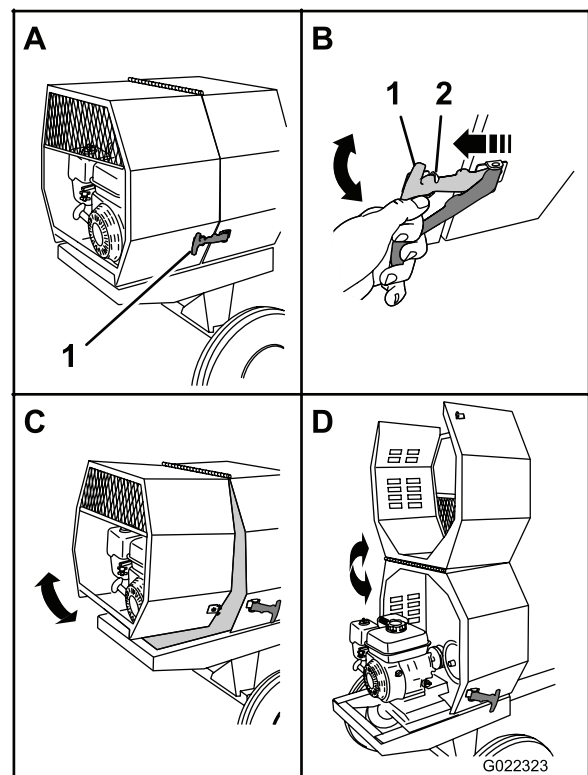

Figure 25
1. Du côté de la machine où les capots avant et arrière se rencontrent, tirez l'attache et détachez-la de son ancrage sur le capot arrière (Figure 25).
3. Faites pivoter le capot arrière vers le haut et l'avant jusqu'à ce qu'il repose sur le capot avant (Figure 25).
1. Faites pivoter le capot arrière vers l'arrière et le bas jusqu'à ce qu'il soit à plat sur le cadre de la machine (Figure 25).
3. Répétez l'opération 2 de l'autre côté de la machine (Figure 25).